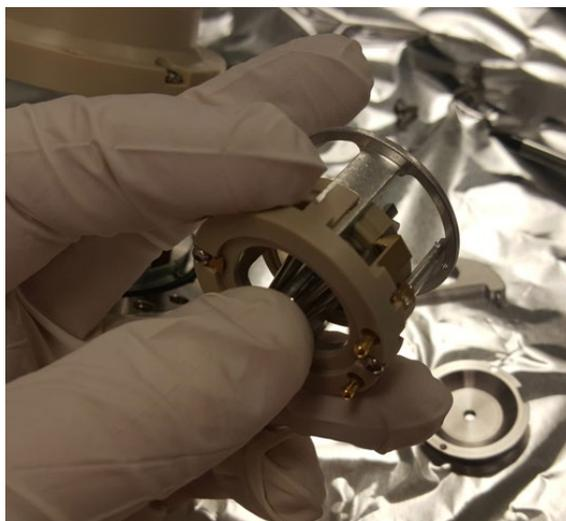

图115：从固定架上取下Q00
- 12) 用您的拇指按在 Q00 锥形侧将其从固定架上移除。见图 115: 从固定架上取下 Q00。这一步比较需要力气。不要让 Q00 掉落。